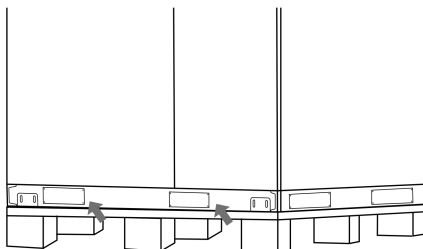

Abbildung 4
3. Schrauben Sie die beiden Schutzplatten am Boden des Schrank ab. Siehe Abbildung 4.